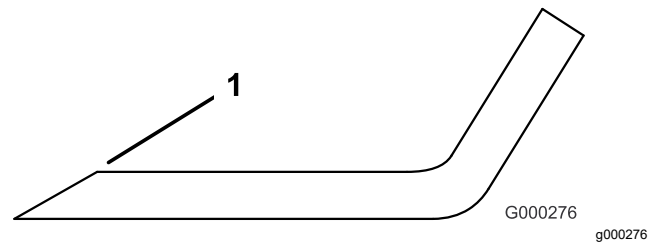

Figure 27
- Examinez les tranchants de toutes les lames et aiguissez-les s'ils sont émoussés ou ébréchés (Figure 27).
Remarque: N'aiguissez que le haut du tranchant et conservez l'angle de coupe d'origine pour obtenir une coupe nette (Figure 27). Limez la